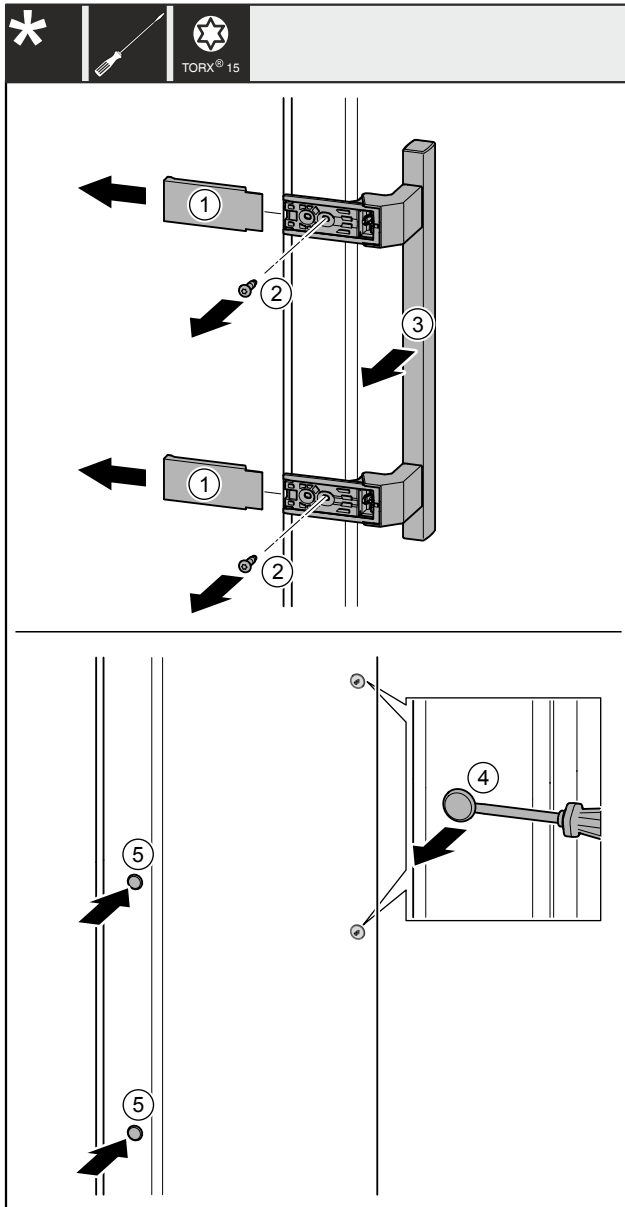

Fig. 40
- Stiahnite kryty Fig. 40 (1).
- Vyskrutkujte skrutky Fig. 40 (2) skrutkovačom.
- Odoberte držadlo Fig. 40 (3).
- Plochým skrutkovačom opatrne nadvihnite a vyberte bočnú zátku Fig. 40 (4).
- Zátku Fig. 40 (5) opäť nasadte na druhú stranu.